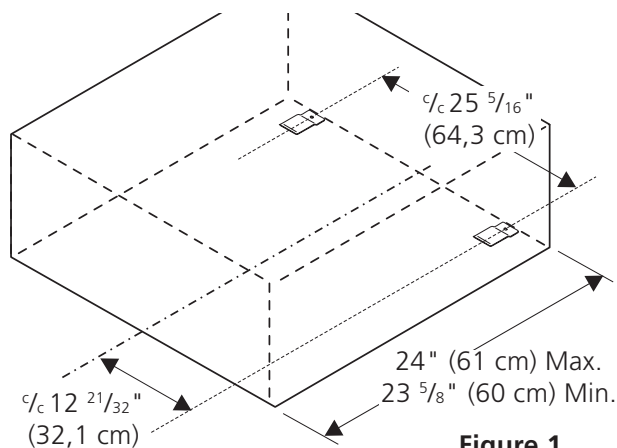

Figure 1
1. Instalar los 2 brackets anti-volteo como muestro la fig. 1.
1. Localisez les supports anti-basculer tel qu'indiqué à la fig. 1.